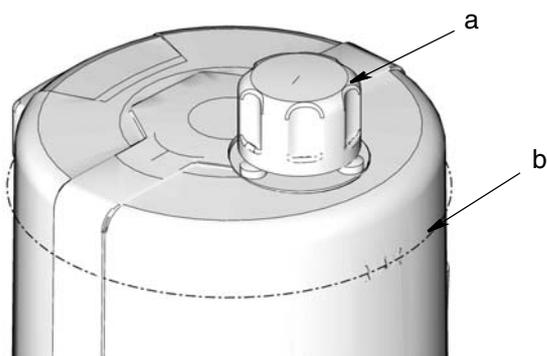

FIG. 10
- Non riempire troppo (FIG. 10).